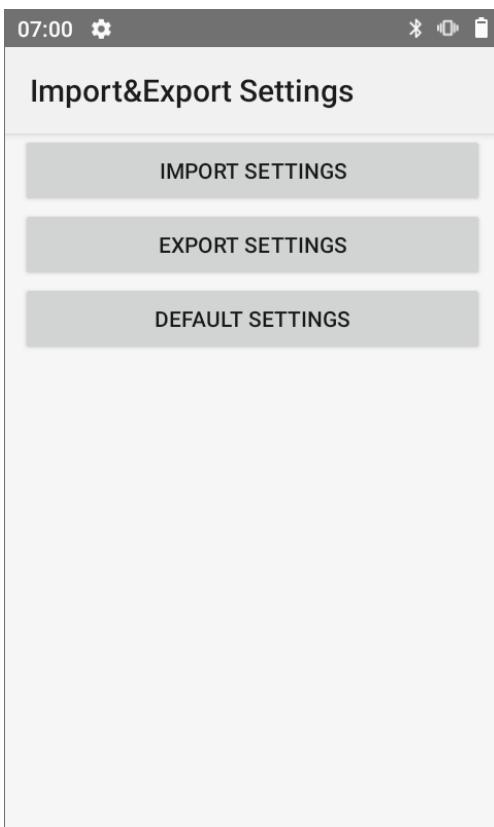

Рисунок 32. Импорт и экспорт настроек ТСД (раздел **Import&Export Settings**)
- 3** Нажать на кнопку **DEFAULT SETTINGS** (см. рисунок 32) – всем настройкам будет присвоено значение по умолчанию.